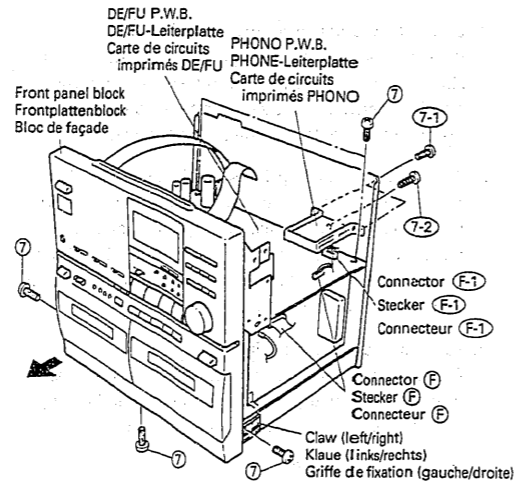

Fig. 4 Abb. 4 Fig. 4
6. Bloc de façade (Fig. 4)
7. Carte de circuits imprimés PHONO (Fig. 4)